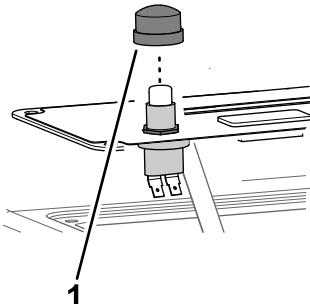

Рисунок 6
4. Установите крышку кнопки на переключатель (Рисунок 6).